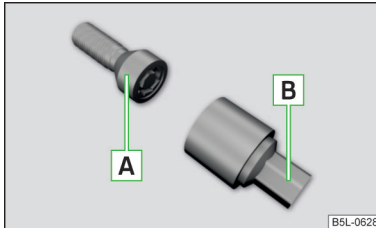

Abb. 334
Die Anti-Diebstahl-Radschrauben schützen die Räder vor einem Diebstahl. Diese lassen sich ausschließlich mit dem Aufsatzstück **B** » Abb. 334 lösen/festziehen.
- › Das Aufsatzstück **B** » Abb. 334 bis zum Anschlag auf die Anti-Diebstahl-Radschraube **A** stecken.
- › Den Radschlüssel bis zum Anschlag auf die Radschraube stecken. Für die Anti-Diebstahl-Radschrauben das zugehörige Aufsatzstück verwenden » Abb. 334 auf Seite 297.